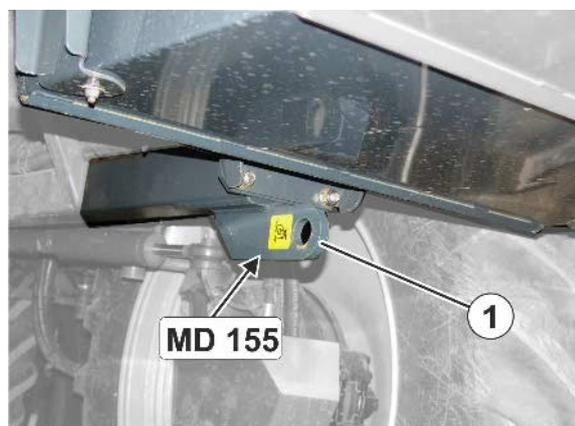

Fig. 4
- Ett festepunkt foran (Fig. 4/1)